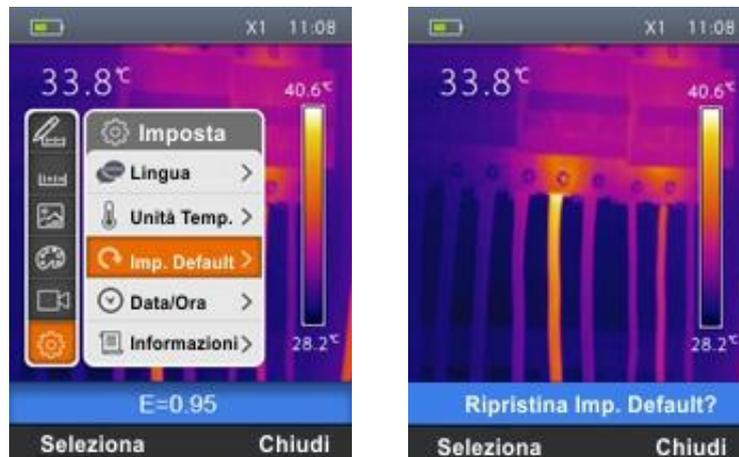

Fig. 10: Impostazione condizioni di default dello strumento
1. Selezionare la voce “Imp. Default” con i tasti o e premere il tasto La videata di Fig. 10 – Parte destra è mostrata a display